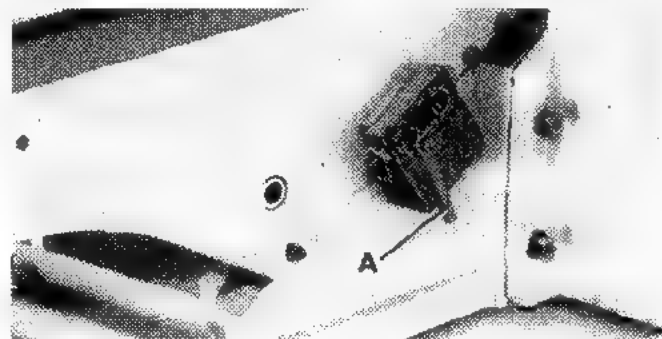
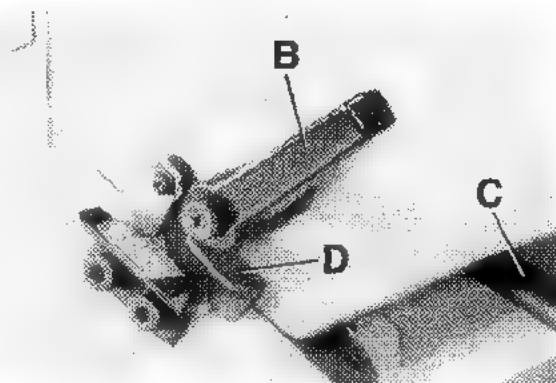

FIGURE 18
FIGURE 19
1. Pour soulever ou abaisser la table d'entrée, désérrez la poignée de verrouillage de la table (A) Fig. 18, à l'arrière de la table et désérrez la poignée de verrouillage (B) Fig. 19, à l'avant de la table.
2. Tournez la manivelle d'ajustement d'hauteur (C) Fig. 19, jusqu'à ce que la table d'entrée est à la hauteur désirée.
3. Quand vous ajuster la hauteur de la table d'entrée, une ventouse localisée de l'autre côté de l'arrêt d'index (D) Fig. 19, arrête automatiquement la table à 1/8" de profondeur. Pour déplacer la table passé ce point, il est nécessaire de tirer sur l'arrêt d'index (C) et de baisser la table simultanément.
**IMPORTANT:** Assurez-vous que les poignées de verrouillage (A) Fig. 18, et (B) Fig. 19, sont bien serrées avant d'opérer.